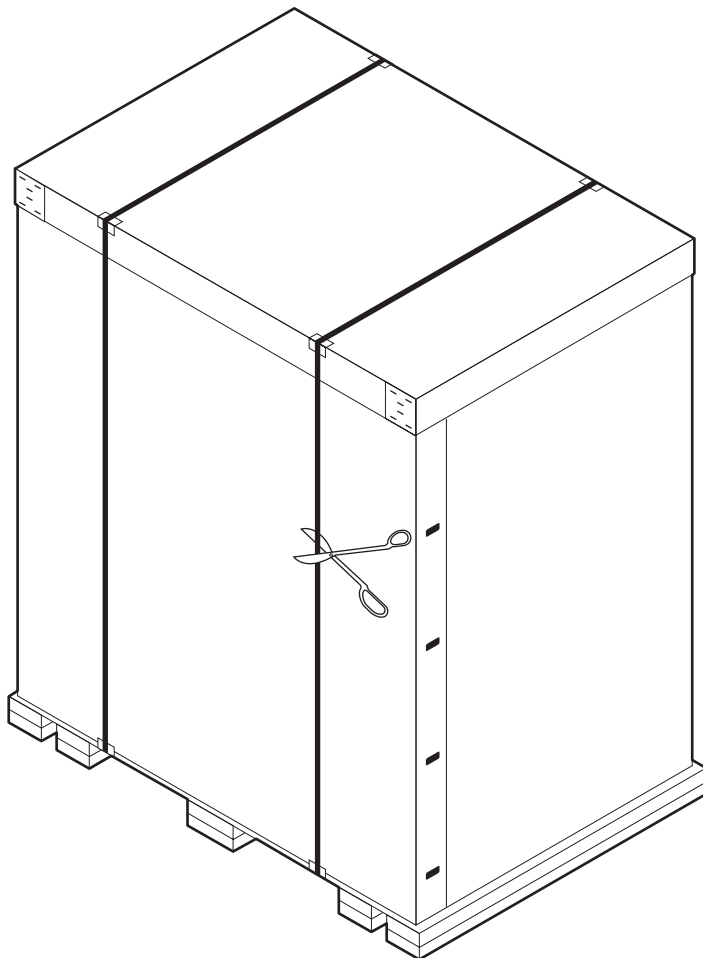

Figura 4-2: Rimozione delle fasce in acciaio
3. Utilizzando un paio di cesoie per metallo, tagliare le fasce di acciaio che fissano la libreria al pallet (vedere la Figura 4-2).